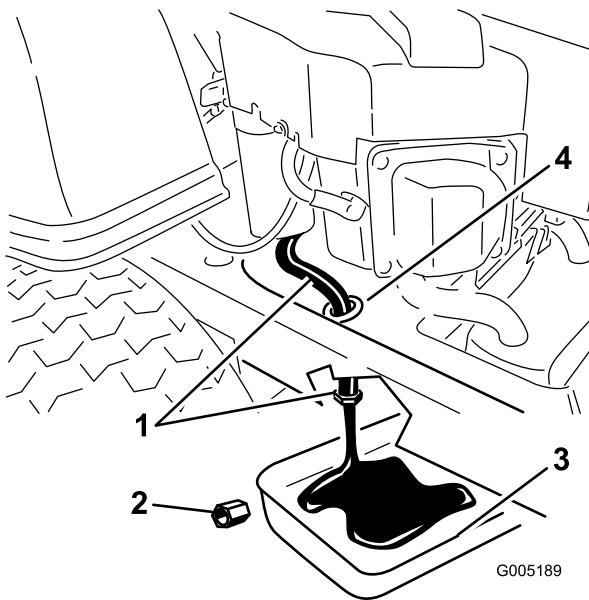

Bild 29
der durch ein Ablassloch im Maschinenrahmen verlegt ist (Bild 29). Reinigen Sie den Bereich um die Ölabblassschraube und den -schlauch.
6. Stellen Sie direkt unter den Ölabblassschlauch eine Wanne unter die Maschine, wie in Bild 29 dargestellt.
7. Nehmen Sie die Ölabblassschraube mit zwei Schraubenschlüsseln ab (halten Sie mit einem den Ölabblassschlauch und lösen Sie mit dem anderen die Schraube) (Bild 29).
13. Wenn das Öl vollständig abgelaufen ist, setzen Sie die Ölabblassschraube wieder ein. Ziehen Sie die Schraube mit 14 Nm an. Wischen Sie überflüssiges Öl ab (Bild 29).